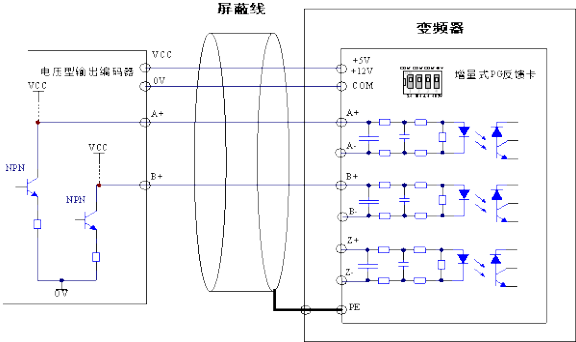
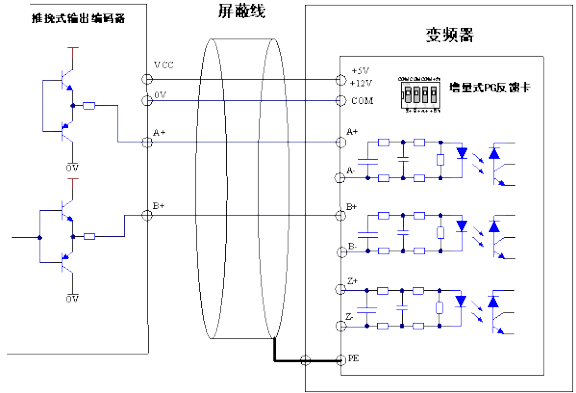
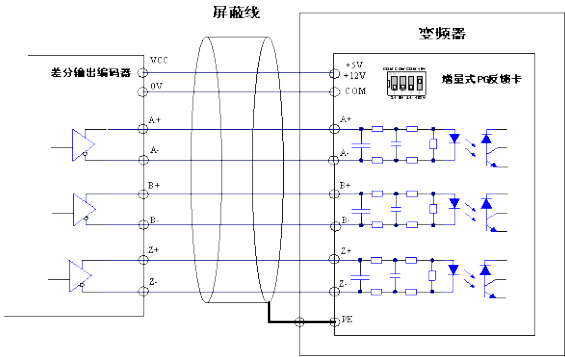

图 3.19 电压型输出编码器接线图
图 3.20 推挽式输出编码器接线图
图 3.21 差分输出编码器接线图
(2) 编码器信号线的连接方式，要与 PG 的型号相对应。电压型输出、推挽式输出、差分输出和旋变输出编码器的接线图，分别为如图 3.19、图 3.20、图 3.21 和 3.22 所示。